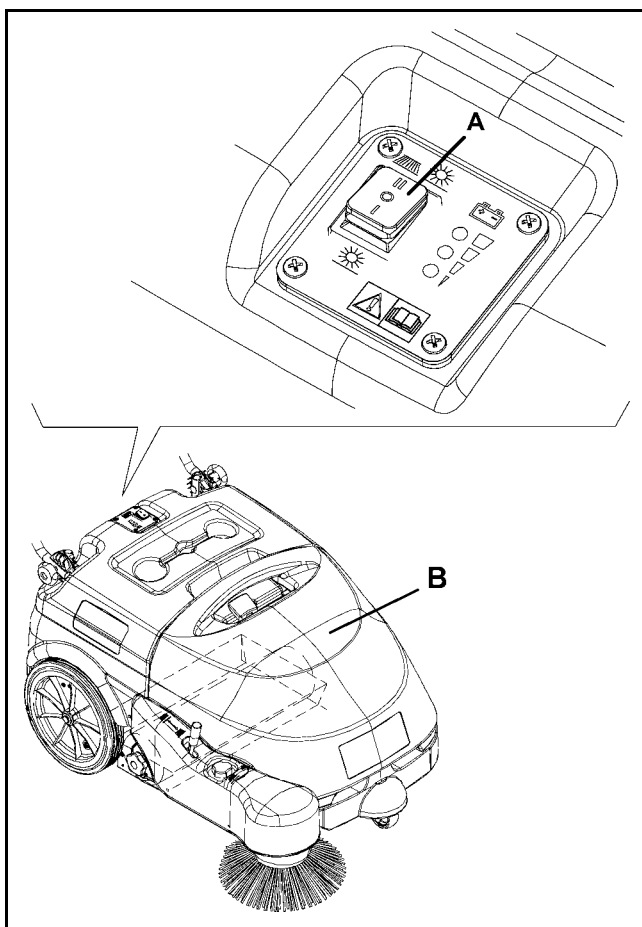

Figure 12
2. Positionner l'interrupteur général (A, Fig. 12) sur "0".
3. Déposer le conteneur déchets (B, Fig. 12).